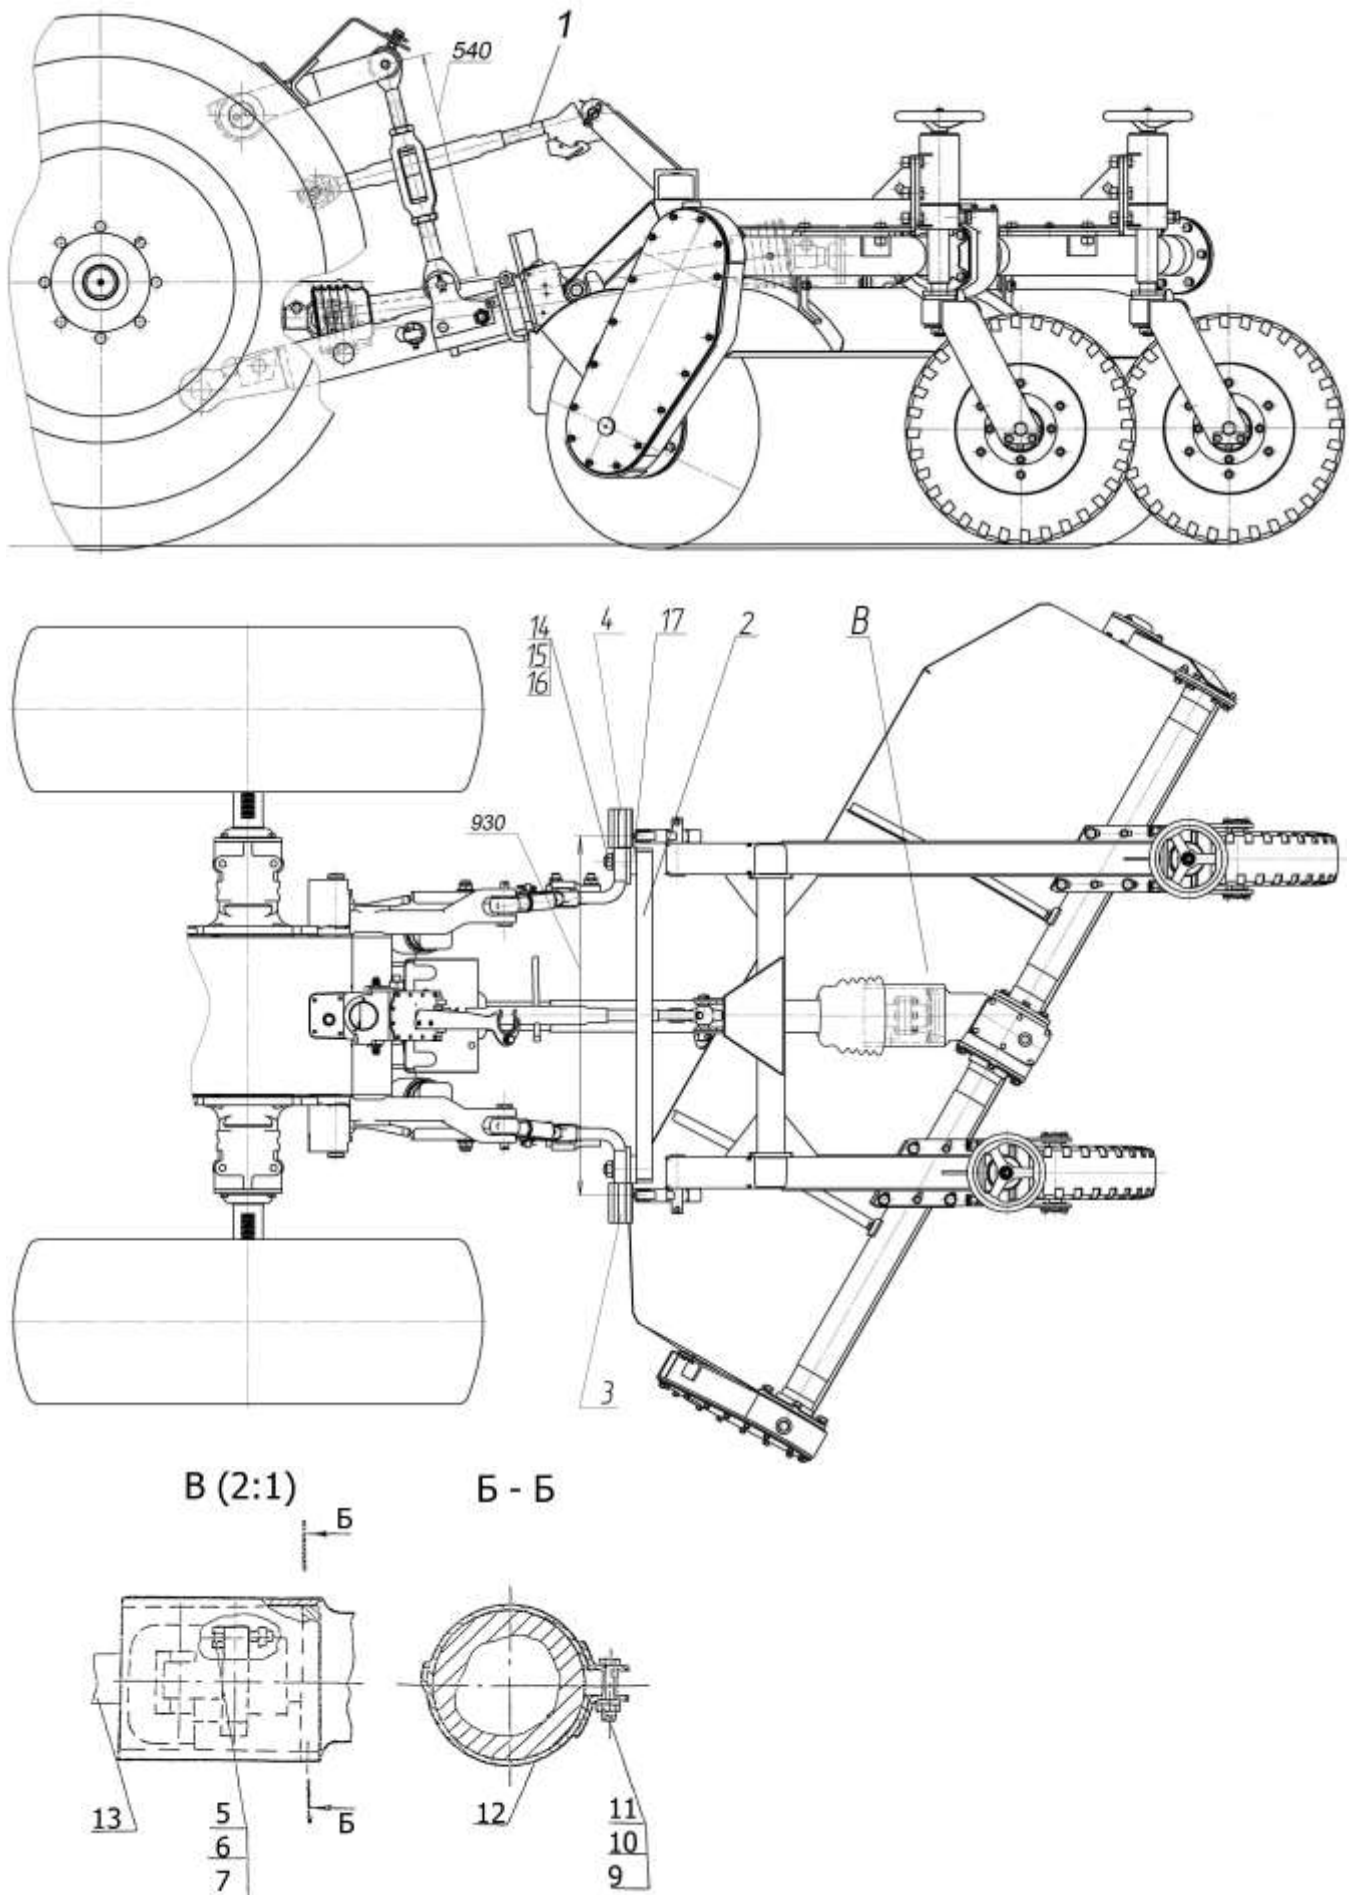

Рисунок 5 – Установка щеточного оборудования
Перед установкой щетки проверить размер 540 (рисунок 5), при необходимости отрегулировать. Размер 930 обеспечить установкой наконечников 3, 4 (рисунок 5) и зафиксировать пальцами в соответствии с руководством по эксплуатации трактора.
- надеть ограждение 12 (рисунок 5) на карданный вал 13, закрепить цепями кардана за элементы рамы щеточного оборудования;